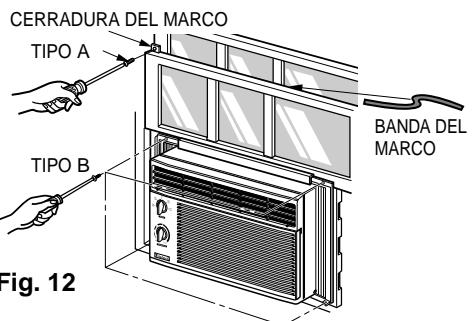

Fig. 12
Extienda los paneles para llenar los orificios de la ventana usando los 4 tornillos (TIPO B) como en la Fig. 12.
- Corte la banda del marco del mismo ancho de la ventana. Coloque la banda del marco entre el vidrio y la ventana para prevenir la penetración al cuarto de insectos y aire, como en la Fig. 12.
- Atornille la cerradura del marco usando un tornillo TIPO A, como en la Fig. 12.